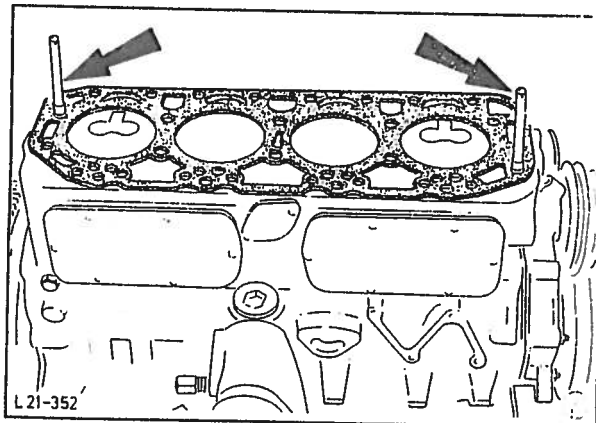
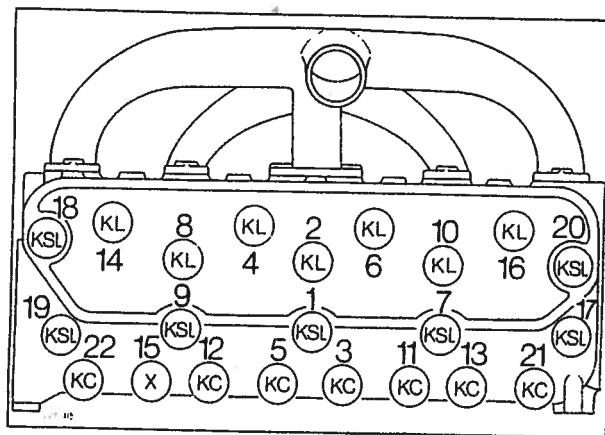

Fig. 80 Montering av toppakning.
Fig. 81 Tiltrekkingsrekkefølge - topplokk.
57. Skru løs sylinderringenes feste-skruer. Sett den nye toppakningen på plass ved bruk av sentreringstappene 21-083 i topplokket, fig. 80. Sett på plass topplokket og monter boltene med fingrene. Skift ut sentreringstappene med de siste to boltene. Trekk til topplokkboltene i angitt rekkefølge, fig. 81 med riktig moment i tre trinn. Bruk spesialverktøy 21-087.
Topplokksboltene er merket på hodet på grunn av varierende lengder, fig. 81.